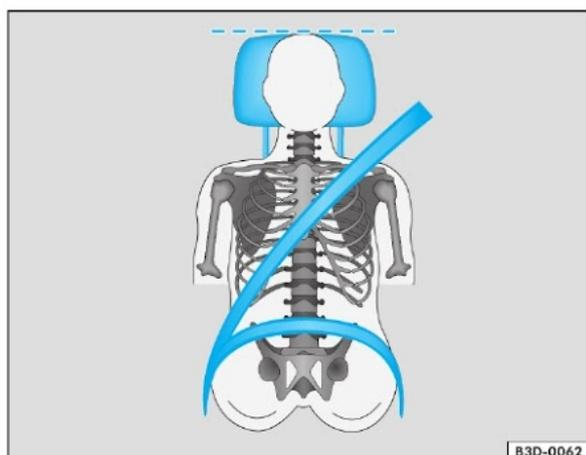
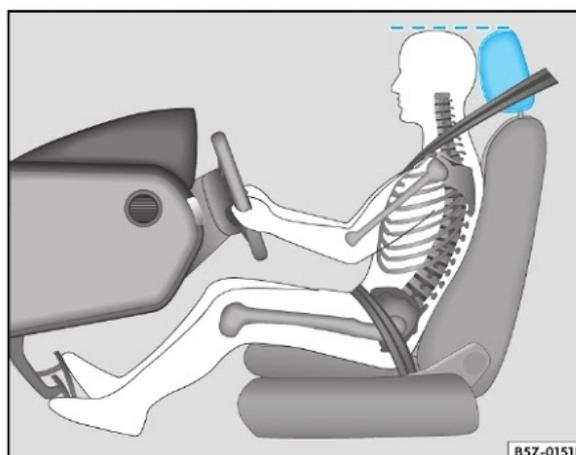

Fig. 43 Vista frontal banco dianteiro: apoio para cabeça corretamente ajustado e o cadoarço do cinto corretamente colocado
Fig. 44 Vista lateral banco dianteiro: apoio para cabeça corretamente ajustado e o cadoarço do cinto corretamente colocado
- Ajuste os apoios para cabeça, de forma que a parte superior do encosto fique no mesmo nível ou o mais próximo possível da parte mais alta da sua cabeça ⇒ fig. 43 e ⇒ fig. 44. Para os modelos com apoios nos bancos traseiros, considere o mesmo conceito descrito acima.